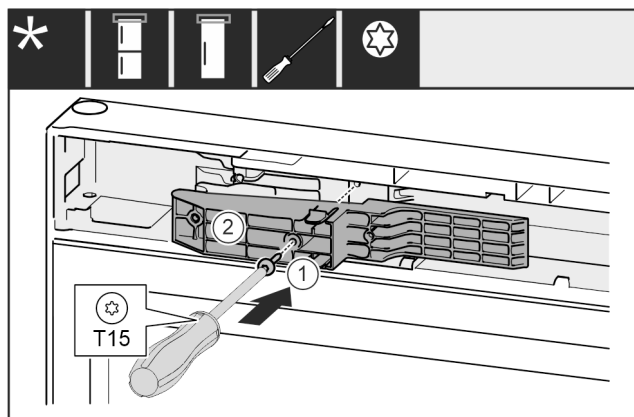

Fig. 70 \*
- Inserire l'adattatore Fig. 70 (1) nel vano sul lato della maniglia.\*
- Stringere la vite Fig. 70 (2) con un cacciavite.\*